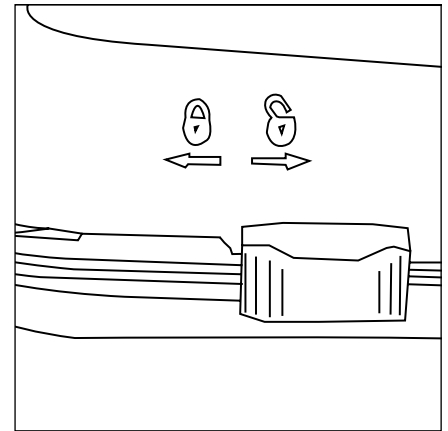

Abbildung 6
2. Nehmen Sie den Behälter des Luftbefeuchters auseinander, indem Sie alle Schiebeverschlüsse (**Abbildung 6**) in die entriegelte Position (🔓) schieben und den Behälterdeckel von der Behälterbasis abnehmen.
2. Setzen Sie Behälterdeckel und Behälterbasis zusammen, indem Sie sich zuerst versichern, dass alle Schiebeverschlüsse sich in der entriegelten Position (🔓) befinden (**Abbildung 6**).